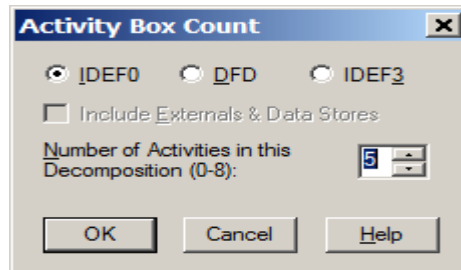

Рис. 23. Окно выбора типа диаграммы декомпозиции
2. Выделите в палитре инструментов кнопку перехода на нижний уровень . В диалоговом окне *Activity Box Count* (рис. 23) установите число функций, равное 5, на диаграмме нижнего уровня. Выберите тип диаграммы декомпозиции *IDEF0*. Нажмите *OK*.